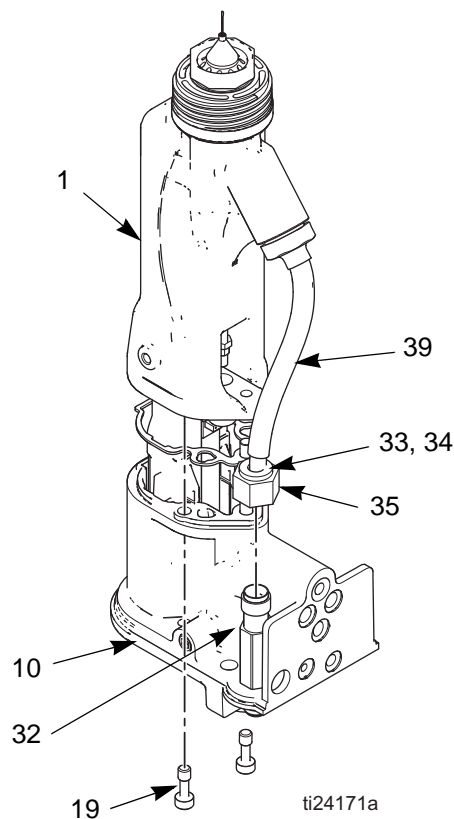

FIG. 24. Demontaż bębna
2. Zdjąć osłonę powietrzną, strona 28. Wymontować osłonę pistoletu (26).
3. Ostrożnie odkręcić nakrętkę złączki płynu (35). Zdjąć rurkę (39) ze złączki (32). Upewnić się, czy obie nasadki (33, 34) i nakrętka znajdują się na przewodzie. Patrz FIGURE 24.
5. Poluzować dwie śruby (19). Patrz FIGURE 24.
6. Przytrzymać korpus pistoletu (10) jedną ręką i prostym ruchem zdjąć bęben (1) z korpusu. Patrz FIGURE 24.